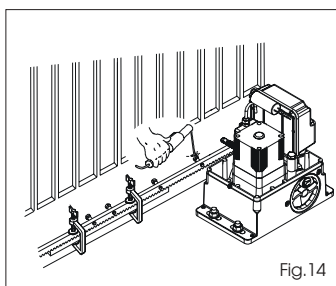

Fig.14
- 5) Approcher un autre élément de la crémaillère de l'élément précédent en utilisant, pour mettre en phase la denture des deux éléments, un élément de la crémaillère d'après la Fig. 14.